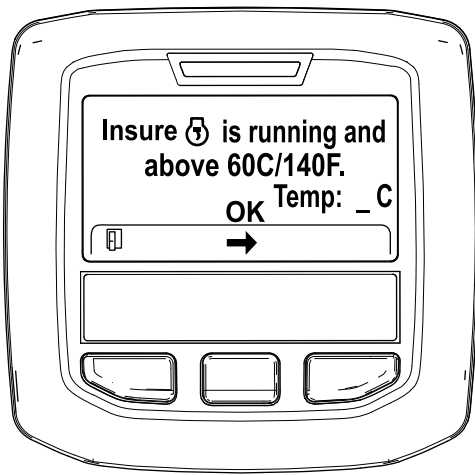

Figura 46
- Se a temperatura do líquido de refrigeração for inferior a 60 °C, surge a mensagem "Insure is running and above 60C/140F" (Confirme que está a trabalhar e acima de 60C/140F) (Figura 46).